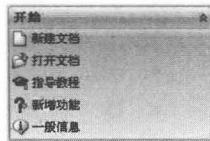

图 1-11 开始栏
(1) 开始栏
- 开始栏中包含了新建文档、打开文档、指导教程、新增功能和一般信息 5 项，如图 1-11 所示。